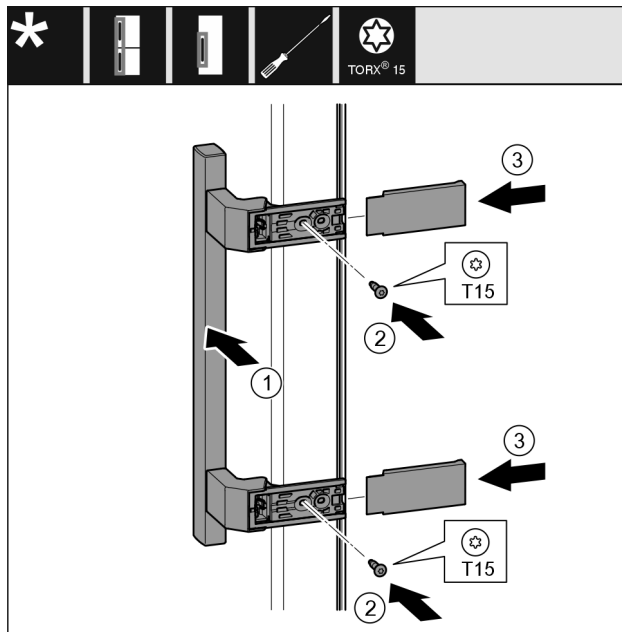

Fig. 20
- ▶ Aplicați mânerul Fig. 20 (1) pe partea opusă.
- ▶ Înșurubați ferm șuruburile Fig. 20 (2) cu șurubelnița.
- ▶ Aplicați și împingeți capacele Fig. 20 (3) laterale.